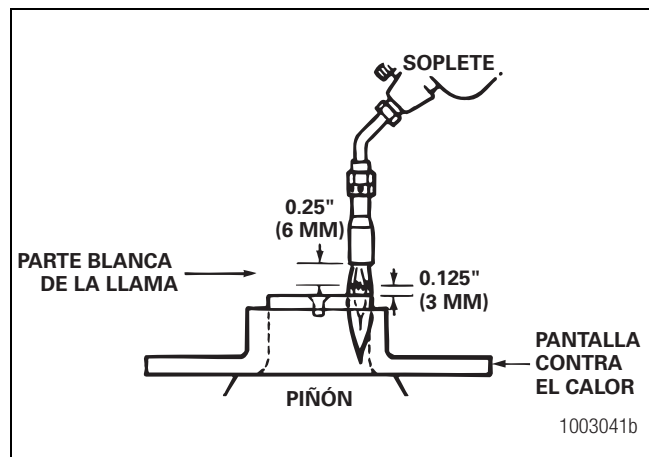

Figura 5.10
4. Encienda y ajuste el soplete hasta que la parte blanca de la llama tenga un largo de aproximadamente 1/4 de pulgada (6 mm). Mantenga la parte blanca alejada aproximadamente 1/8 de pulgada (3 mm) de la parte de arriba del vástago. Figura 5.10. Mueva la llama alrededor del diámetro exterior de la parte de arriba del vástago del piñón. El líquido indicador de temperatura color verde se pondrá negro antes de que lo haga el líquido azul. Caliente el vástago hasta que el líquido azul se ponga negro en un punto en el centro del visor.